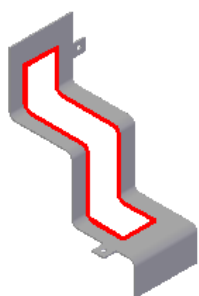
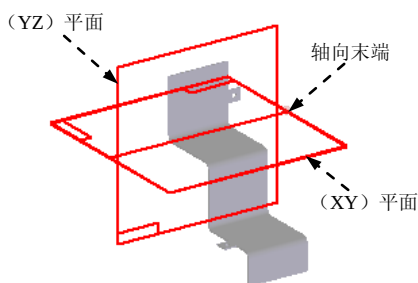
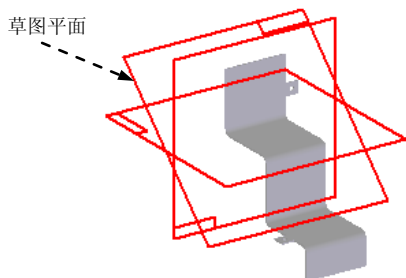

图 5.8.53 法向除料特征 1
图 5.8.54 定义草图平面
图 5.8.55 定义平面方位
(5) 单击命令条中的  按钮,完成特征的创建。
Step7. 创建图 5.8.53 所示的法向除料特征 1。
(1) 选择命令。在“主页”功能选项卡“钣金”工具栏中单击  按钮,选择  法向除料命令。
(2) 定义特征的截面草图。
① 选取草图平面。在系统 **单击平的面或参考平面。** 的提示下,在命令条“创建起源”选项下拉列表中选择  **成角平面** 选项;选取俯视图(XY)平面作为参考平面,选取右视图(YZ)作为轮廓平面的基准面,单击图 5.8.54 所示的轴向末端以指定参考平面方位;在 **角度(A):** 文本框中输入值 45,并定义其平面方位如图 5.8.55 所示。